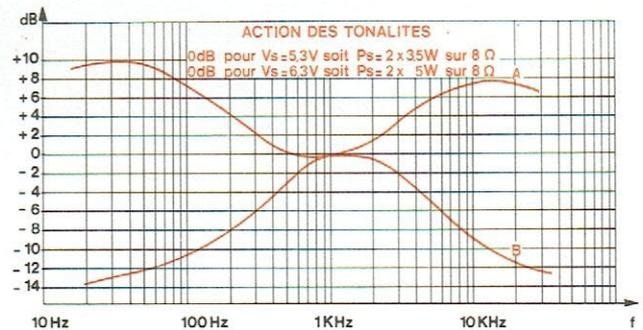

Fig. 12
- **+ 8 dB à 100 Hz et 10 kHz** Fig. 12 - courbe A
- **- 10 dB à 100 Hz et 10 kHz** Fig. 12 - courbe B